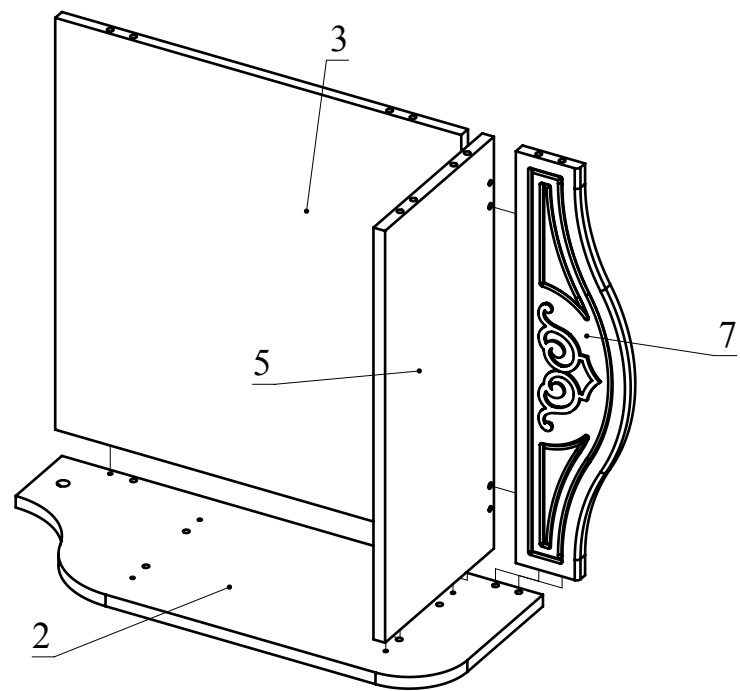

Рис.4
2. С помощью конфирматов соедините деталь 3 с деталью 5 (Рис. 4). С помощью минификсов и шкантов соедините детали 3, 5, 7 с деталью 2 (Рис. 4).